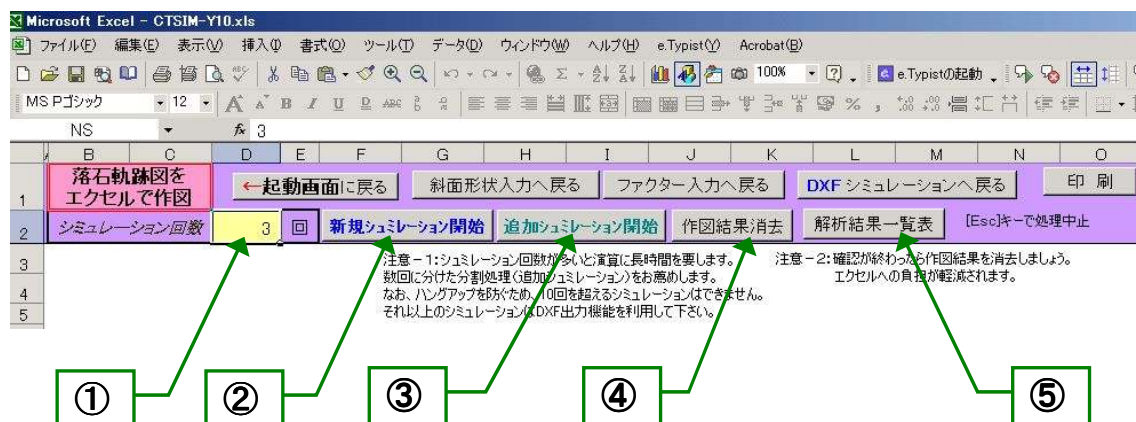

図 5-1 エクセルシミュレーション実行画面
- ⑧: エクセルシート上で落石軌跡図を作図したい場合はこのボタンを押して下さい。エクセルシミュレーション画面(図 5-1)へ移ります。
- ③: エクセルによるシミュレーション画面(図 5-1)に戻ります。
- ④: 解析結果一覧表を印刷します。